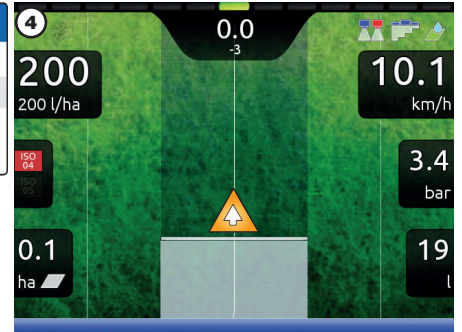

Fig. 272
- 4 Slutför arbetet (Fig. 272).